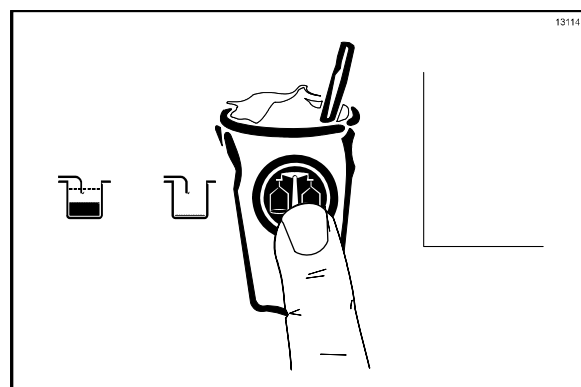

Figura 42
1. Pressione o símbolo CALIBRAR 🍹 para exibir as opções do menu. Os símbolos CALIBRAR 🍹 e AUTOMÁTICO ❄️ no lado do shake e o símbolo SABOR OPCIONAL 🌀 acenderão. (Veja a Figura 42.)